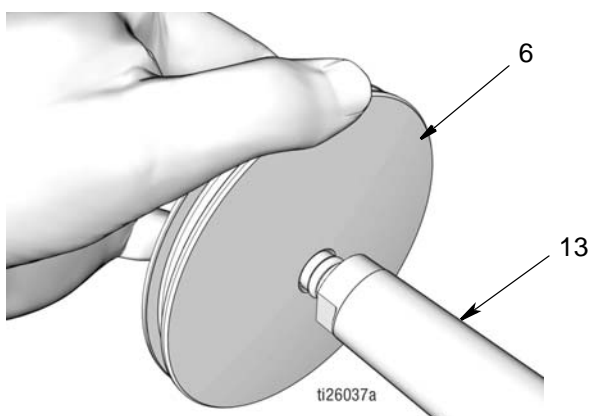

FIG. 47
- Premere il pistone (6) sull'estremità dell'asta del pistone (13) fino a quando non è completamente inserito nell'asta (FIG. 47).